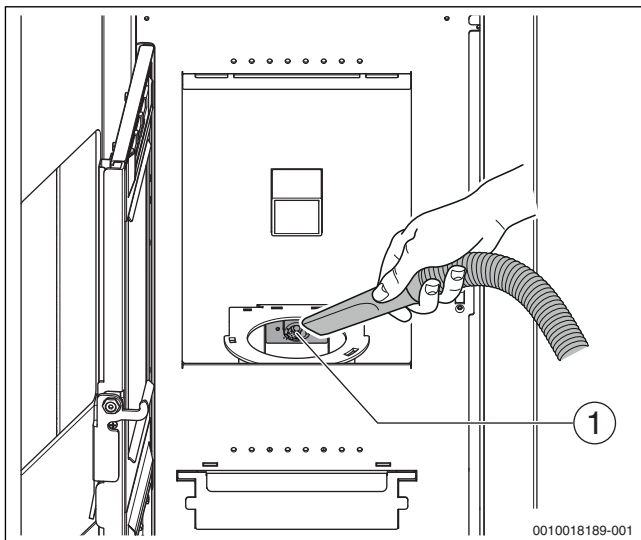

Bild 11 Zündpatrone reinigen
- ▶ Zündpatrone im Brennertopf absaugen (→ Bild 11, [1]).